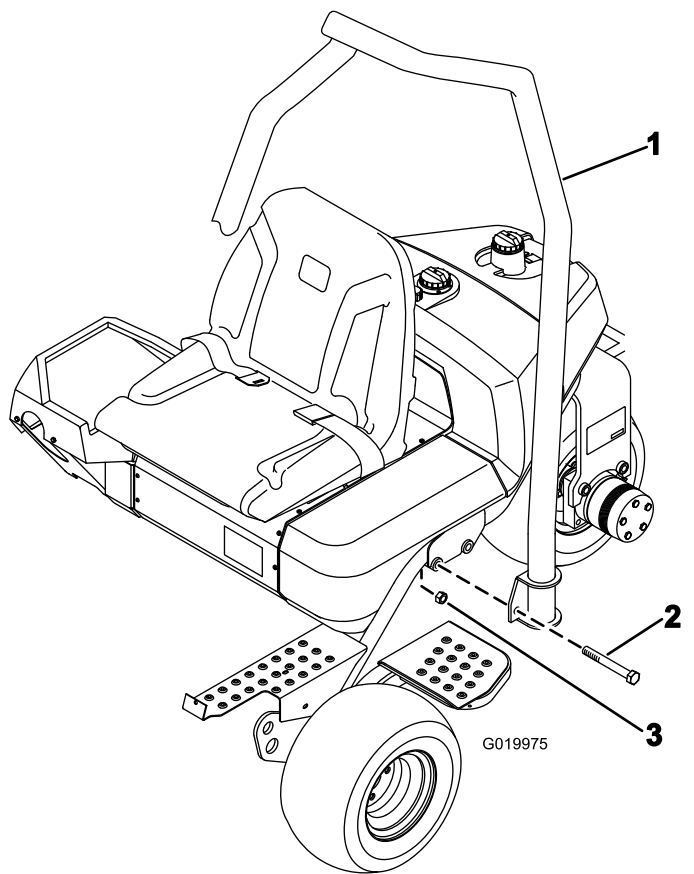

Figura 4
1. Poziționați bara antiruliu astfel încât partea superioară a tubului să fie curbată spre partea din față a mainii (Figura 4).
2. Coborâți bara antiruliu pe cadru, aliniind-o cu orificiile de montare (Figura 4).
3. Fixați fiecare parte a barei antiruliu pe cadru cu 2 uruburi ($\frac{5}{8}$ x 4- $\frac{1}{2}$ ") și contrapiulițe, așa cum se arată în Figura 4.